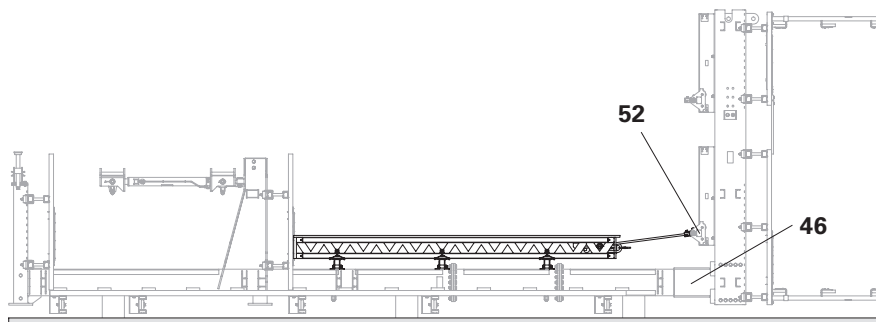

Fig. C3.07
8. Fissare temporaneamente il carrello HTP (**52**) al montante verticale superiore 2100 ACS (**46**). (Fig. C3.07)